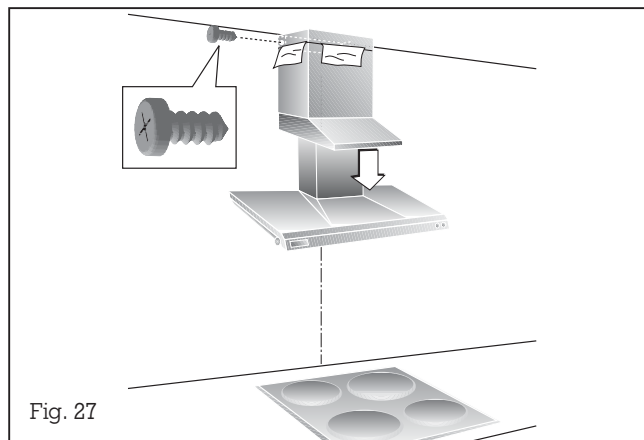

Fig. 27
- Tirez le sabot vers le bas, dans sa position définitive (fig. 27).